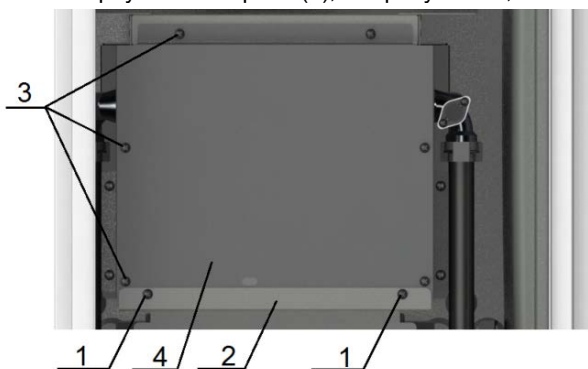

Рис. 10 Демонтаж стенки
- отвернуть 2 самореза (1) и снять планку (2), см. рисунок 10;
- отвернуть 6 саморезов (3) и снять переднюю стенку камеры сгорания 4, см. рисунок 10;